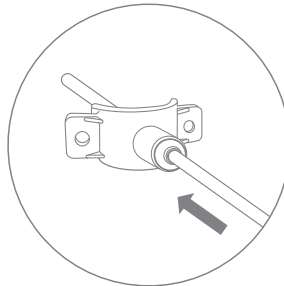

Рис. 26
- Вставьте трубку красного цвета (рис. 26) вторым концом через хомут в просверленное отверстие на 7-10 мм.